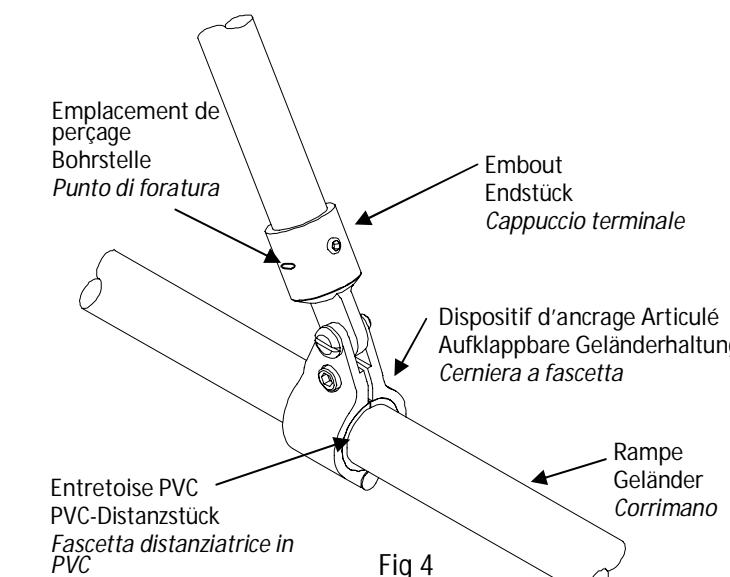

Fig 4
- Befestigen Sie die abschwenkbare Schienenklammer an der ungefähr richtigen Stelle am Geländer. Das PVC-Distanzstück sollte sich zwischen Klammer und Geländer befinden. Ziehen Sie die Klammer zu diesem Zeitpunkt noch nicht an (Abb. 4).
- Fissare le cerniere a fascetta al corrimano approssimativamente nella posizione corretta, inserendo la fascetta distanziatrice in PVC tra la cerniera e il corrimano - non serrare in questa fase del montaggio (Fig.4).